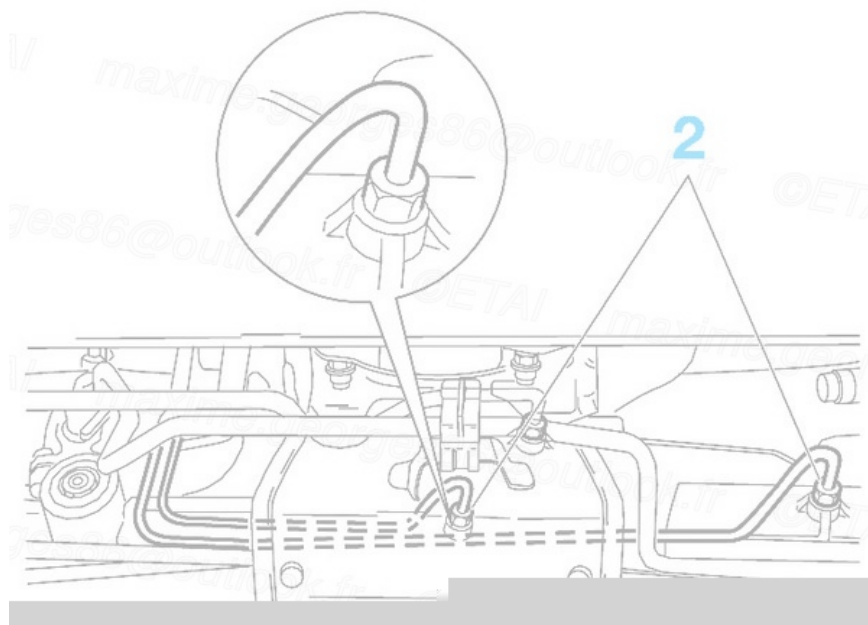

Fig.24
- Desserrer les raccords (2) sur le vérin du mécanisme de direction (Fig.24) (/media/RTA/RTA_714/RTA714A-006-024X.jpg).